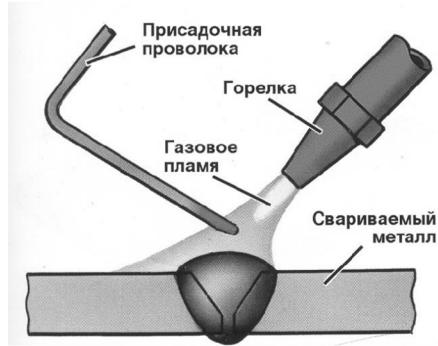
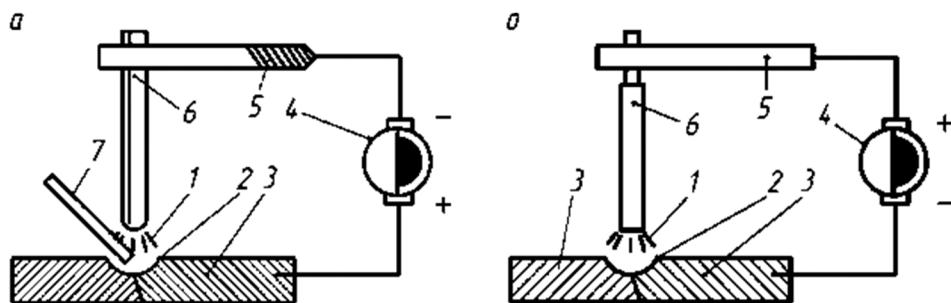

Рисунок 1- Принципиальная схема газовой сварки
Рисунок 2 - Схема ручного процесса дуговой сварки:
2. Изобразить рисунок 1- Принципиальная схема газовой сварки и рисунок 2 - Схема ручного процесса дуговой сварки:
При нагреве газовым пламенем кромки свариваемых заготовок расплавляются вместе с присадочным металлом, который может дополнительно вводиться в пламя горелки (рисунок 1). После затвердевания жидкого металла образуется сварной шов.
Дуга горит между сварочным электродом и свариваемым (основным) металлом. Применяют неплавящиеся и плавящиеся электроды (рисунок 2). **Неплавящиеся** электроды изготавливают из электротехнического угля, синтетического графита или вольфрама.
При сварке металлическим плавящимся электродом (рисунок 2,б) дуга горит между металлическим электродом 6 и заготовками 3, причем электрод является одновременно и присадочным металлом.